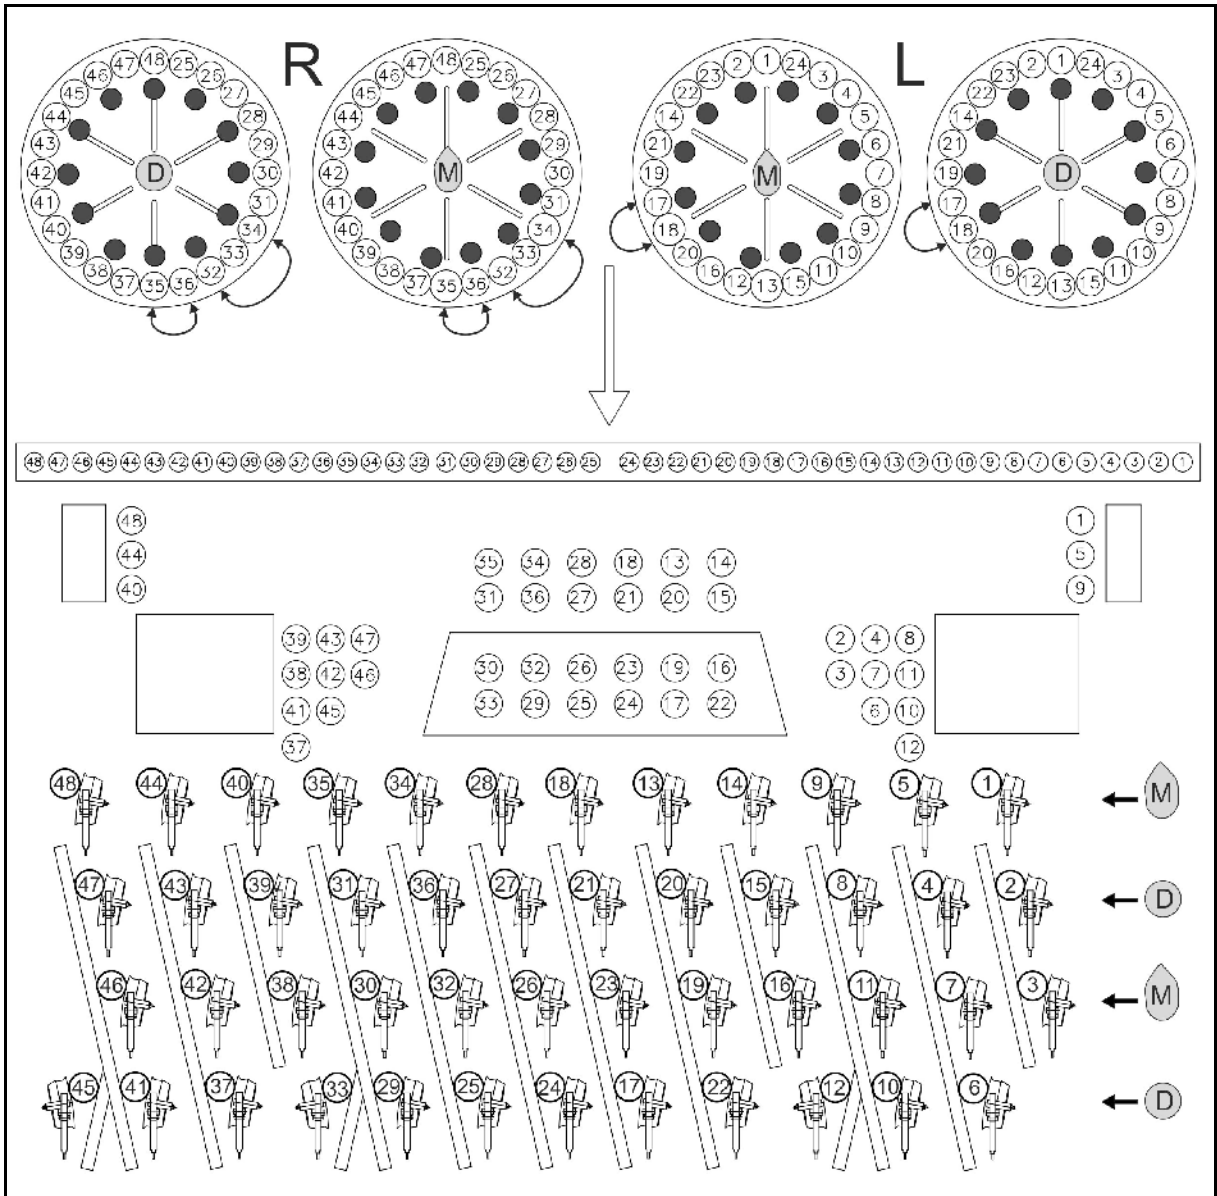

Рис. 38
- Кукуруза **M**: установите заглушки согласно Рис. 38.
- Удобрения **D**: установите заглушки согласно Рис. 38.